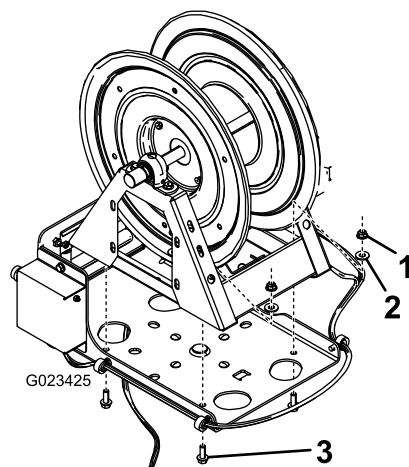

図 11
5. 図 11 のように、ホースリールをスイベルプレートに固定するボルト 3/8-16 インチ 4 本、ワッシャ 7/16 インチ 4 枚、フランジナット 3/8-16 インチ 4 個を使用する。